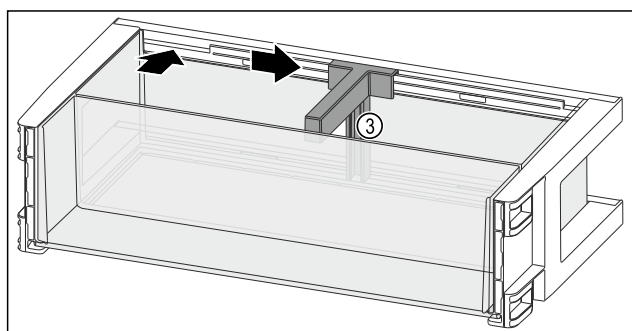

Fig. 115
- Insérer le range-bouteilles Fig. 115 (3) dans l'évidement.
- Pousser le range-bouteilles Fig. 115 (3) sur le côté en position souhaitée.